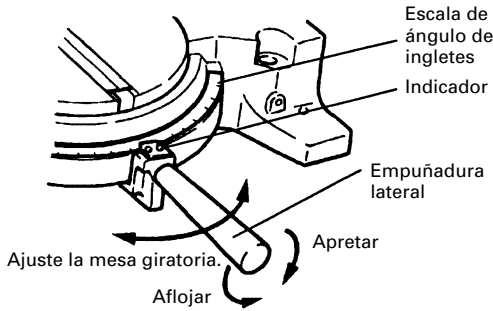

Fig. 16
- (1) Afloje la empuñadura lateral y ajuste la mesa giratoria hasta que el indicador quede alineado con el valor deseado de la escala de ángulo de ingletes (Fig. 16).
- (2) La escala de ingletes indica tanto el ángulo de corte de la escala de ángulos como el gradiente en la escala de ángulos.